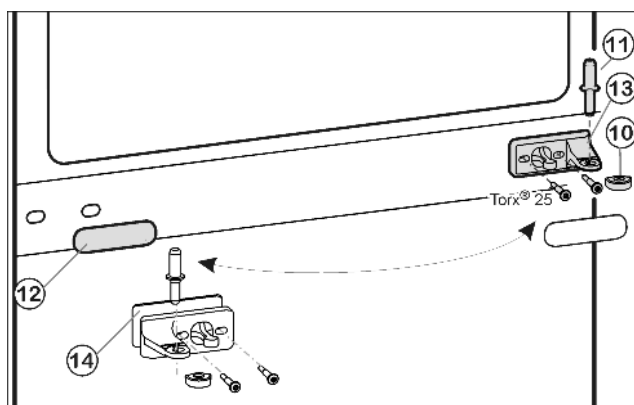
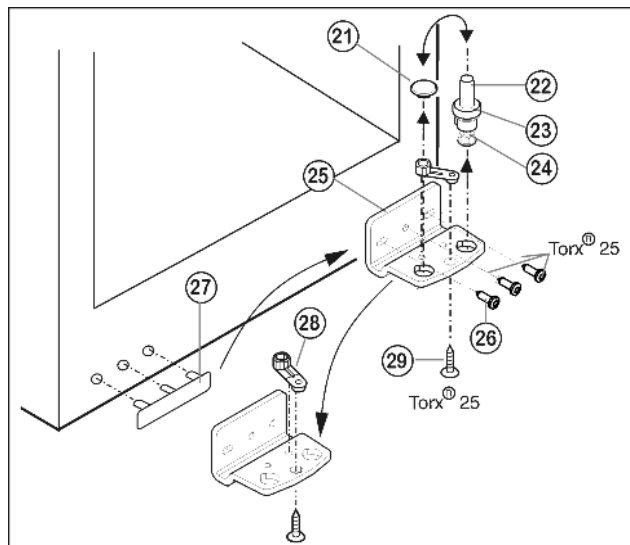

Fig. 5
Fig. 6
- ▶ Вытащите из опорного кронштейна и нижней дверцы средний опорный винт *Fig. 5 (11)*.
- ▶ Снимите пластмассовый колпачок *Fig. 5 (10)*.
- ▶ Открутите средний опорный кронштейн *Fig. 5 (13)* (2 шт. Torx® 25).
- ▶ Осторожно снимите накладку *Fig. 5 (12)*.
- ▶ Прикрутите средний опорный кронштейн *Fig. 5 (13)* с подкладкой *Fig. 5 (14)* с поворотом на 180° на новую сторону шарнира (с моментом 4 Нм).
- ▶ Защелкните накладку *Fig. 5 (12)*, повернув на 180°, на стороне, где теперь будет ручка.
- ▶ Извлеките опорный винт *Fig. 6 (22)* в комплекте с шайбой *Fig. 6 (23)* и регулируемой опорой *Fig. 6 (24)*, вытягивая его вверх.
- ▶ Снимите пробку *Fig. 6 (21)*.
- ▶ Открутите *Fig. 6 (26)* опорный кронштейн *Fig. 6 (25)*.
- ▶ Открутите *Fig. 6 (29)* опорную деталь *Fig. 6 (28)* и, переставив в отверстие на противоположной стороне опорного кронштейна, снова прикрутите.
- ▶ Осторожно снимите и переставьте на противоположную сторону крышку со стороны ручки *Fig. 6 (27)*.
- ▶ Снова прикрутите опорный кронштейн *Fig. 6 (25)* на новой стороне шарнира (с моментом 4 Нм). При необходимости используйте аккумуляторный шуруповерт.
- ▶ Переставьте пробку *Fig. 6 (21)* в свободное отверстие.
- ▶ Вновь установите опорный винт *Fig. 6 (22)* в комплекте с шайбой и регулируемой опорой. При этом фиксатор должен быть направлен назад.
- Установите нижнюю дверцу сверху на нижний опорный винт Fig. 6 (22).
- Снова наденьте пластмассовый колпачок Fig. 5 (10) на средний опорный кронштейн Fig. 5 (13).
- Вставьте средний опорный винт Fig. 5 (11) на новой стороне шарнира через средний опорный кронштейн Fig. 5 (13) в нижнюю дверцу.
- Установите верхнюю дверцу на средний опорный винт Fig. 5 (11).
- При необходимости выравнивайте дверцы через два продольных паза в нижнем опорном кронштейне Fig. 6 (25) и среднем опорном кронштейне Fig. 5 (13) параллельно корпусу устройства. Для этого выкрутите средний винт на нижнем опорном кронштейне Fig. 6 (25).